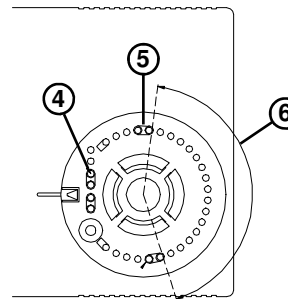

Fig. 5
1. Sollevare la manopola facendo leva con un cacciavite nell'apposito invito (2).
2. Prelevare i cavalieri meccanici (4) parcheggiati a lato della sede manopola e posizionarli (5) come nell'esempio di Fig. 5. In questo modo il campo di rotazione (6) è ridotto come nell'arco indicato.
1. Remove the knob by tilting it, eventually with the help of a screwdriver placed in the slot (2).
2. Pick up the plastic pins (4) parked at one side of the knob area and set them (5) as in the example of Fig. 5. In this example the rotation range (6) is reduced as in the shown angle.